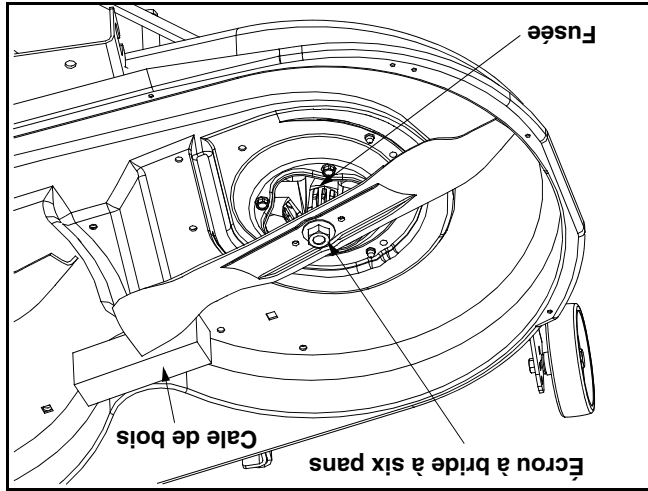

Figure 22
- Placez une cale de bois entre le déflecteur au milieu du plateau et la lame. Voir la Figure 22.
- Utilisez une clé de 15/16 po pour retirer l'écrou à bride à six pans qui maintient la lame. Voir la Figure 22.